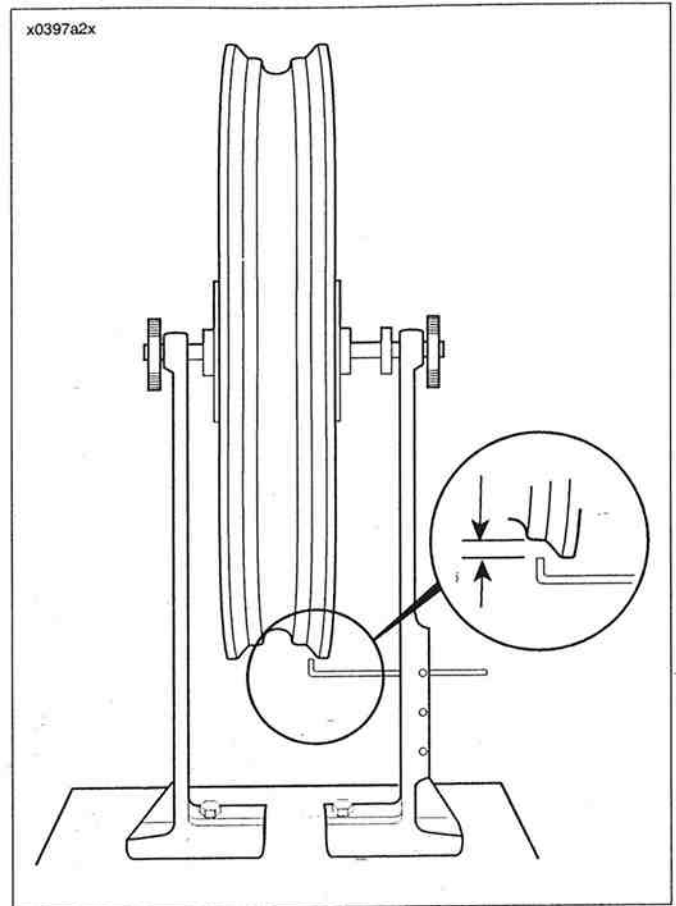

Figura 2-64. Revisión del descentramiento radial de los aros fundidos
2. Vea la Figura 2-64. Compruebe el descentramiento radial como se muestra. Reemplace la rueda si el descentramiento excede de 0,76 mm (0,030 pulg.).